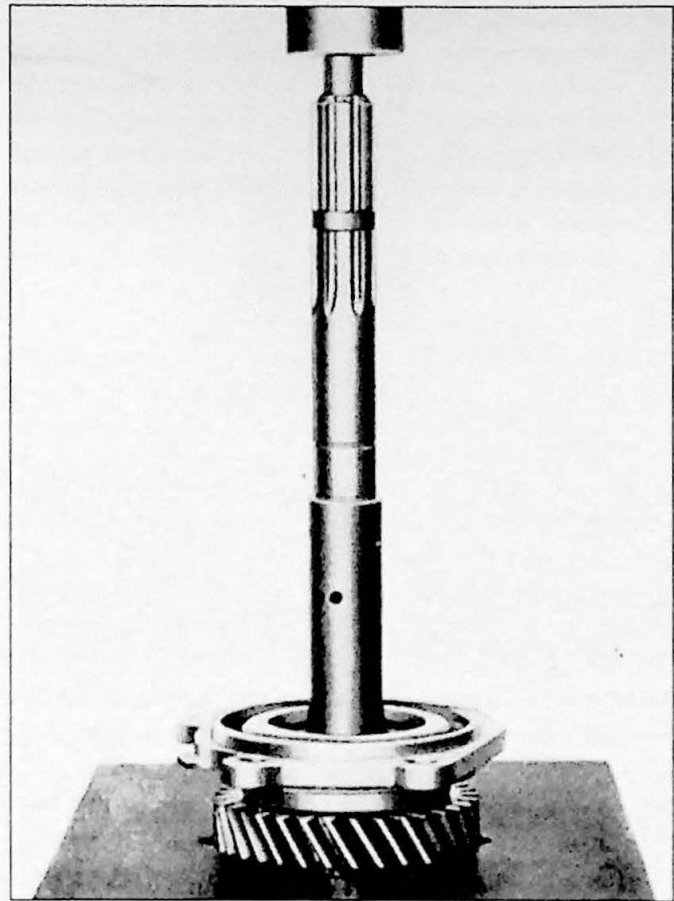

Fig. 6.6. Demontage hoofdas M31 en M41
de as in een pers en ondersteun de achterste borg. Pers de as eruit (Fig. 6.6).
- 1a. Versnellingsbak met overdrive (M 41): Verwijder de borgring en pers de nok voor de oliepomp van de overdrive af. Verwijder de borgring voor het achterste lager van de hoofdas. Schuif de koppelingshuls voor eerste en tweede versnelling naar voren. Plaats de as in een pers en ondersteun het tandwiel van de eerste versnelling. Pers de as eruit (Fig. 6.6).